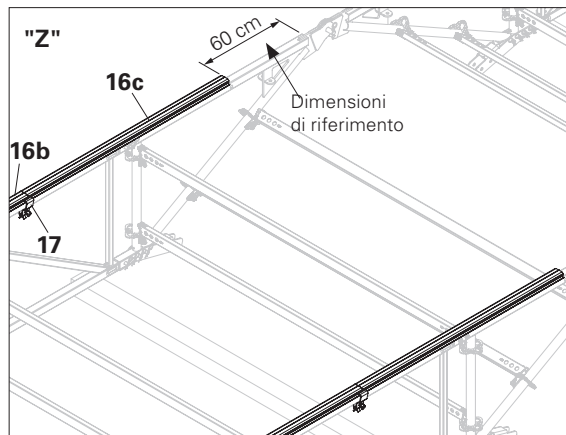

Fig. A2.03a
5. Controllare le dimensioni di riferimento di 60 cm. (Fig. A2.03a)